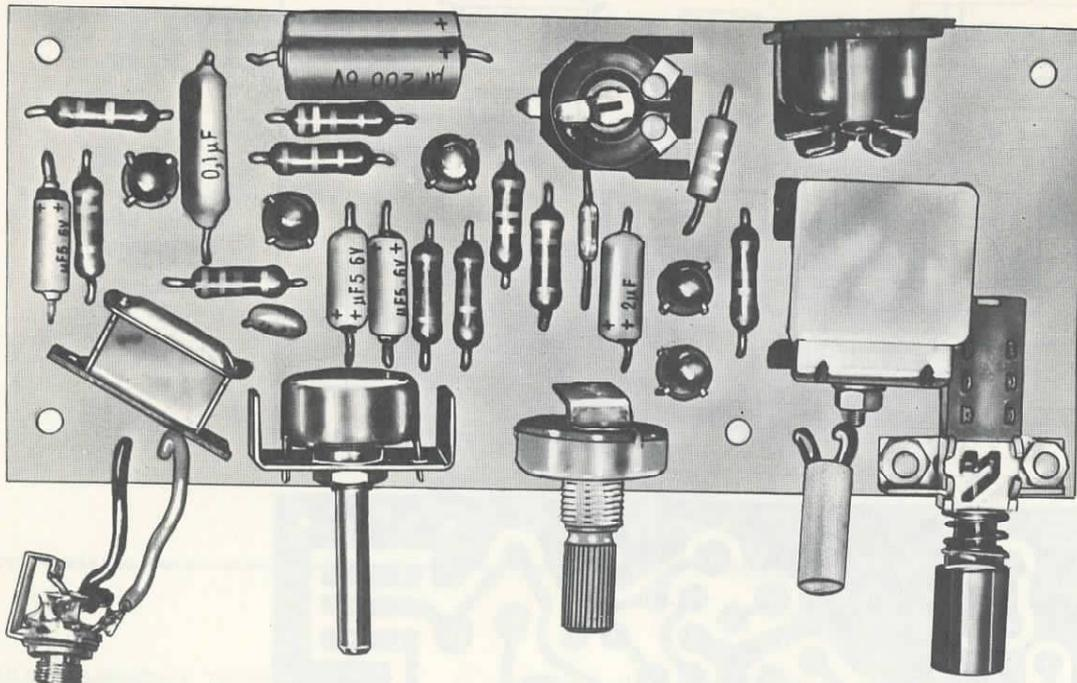

Figure 4
- Monter l'interrupteur à bouton-poussoir au moyen de deux vis 3MAx6 avec écrous comme illustré à la figure 4.
Insérer enfin le relais à l'endroit qui lui est réservé. Le circuit complet avec tous ses composants se présente comme à la figure 4. La partie finale du montage concerne l'assemblage entre le circuit imprimé et les parties mécaniques.